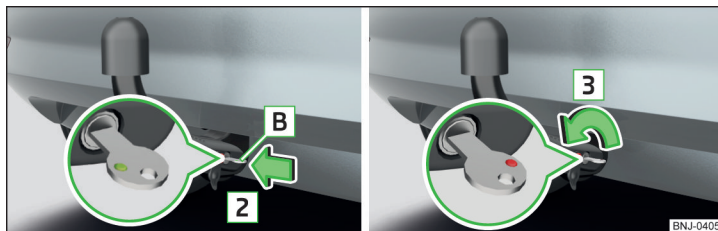

Fig. 240 Introduceți cheia în încuietoare/Deblocați încuietoarea
- Introduceți cheia **B** în încuietoare în sensul săgeții **2**, astfel încât marcajul verde al acestuia să fie orientat în sus » fig. 240.